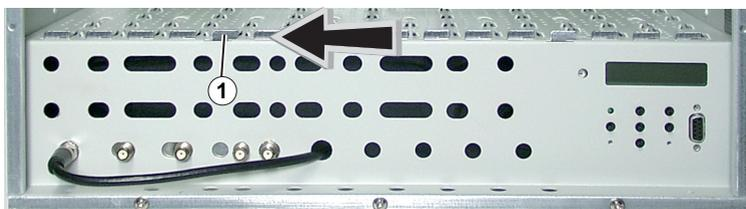

Abb. 2
- Modulverriegelung ① in Pfeilrichtung öffnen (Abb. 2).